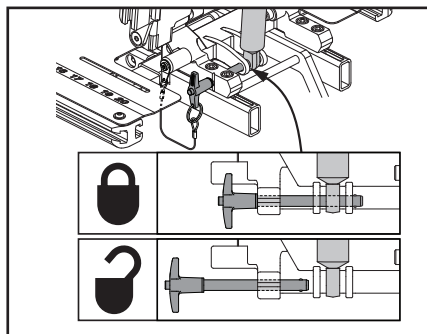
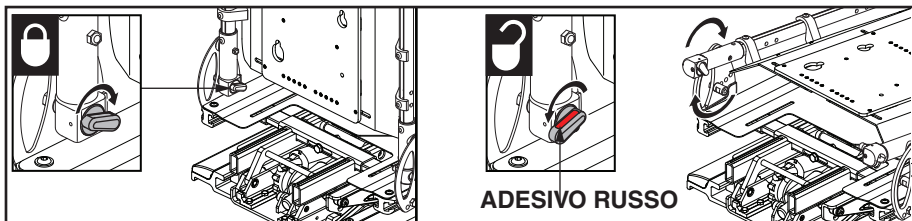

Figura 6. Schienale pieghevole in avanti (il perno di sicurezza)
Figura 7. Schienale pieghevole in avanti (la leva di sgancio)
1. Rimuovere il perno di sicurezza (**vedi figura 6**) **O** ruotare la leva di sgancio verso il retro del sedile su entrambi i supporti posteriori per sganciare lo schienale. **Vedi figura 7.**
2. Inserire nuovamente il perno di sicurezza e accertarsi che tutte le componenti siano fissate (**vedi figura 6**) **O** ruotare la leva di sgancio verso il davanti del sedile su entrambi i supporti posteriori per agganciare e chiudere i supporti dello schienale. Accertarsi che sulla leva di sgancio non sia visibile la barretta rossa. **Vedi figura 7.**